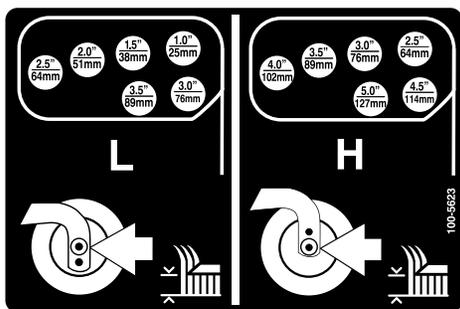

図 24
7. テンションロッドを回してピボットアームの上下位置を調整し、刈り込みデッキのフレームの希望高さブラケットに合わせる 図 23 と 図 24。